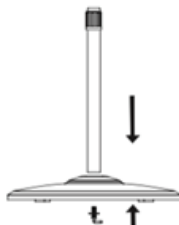

Рис. 2
5. Присоедините нижнюю часть опоры (9) к основанию (10) и затяните специальным 7-образным болтом. Рис. 2.